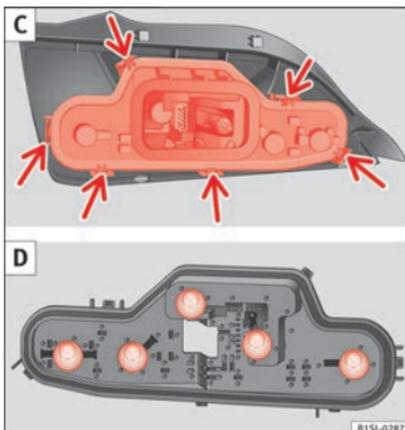

Fig. 89 Grupo óptico traseiro: C: desmontar o porta-lâmpadas, D: desmontar as lâmpadas.
8. Desbloqueie o porta-lâmpadas das flanges de bloqueio (seta) » Fig. 89 C e extraia o porta-lâmpadas da luz traseira.
9. Substituir a lâmpada avariada por uma lâmpada nova idêntica » Fig. 89 D.
10. Coloque o porta-lâmpadas no grupo ótico traseiro. As linguetas de bloqueio (seta) devem encaixar de forma audível » Fig. 89 C.